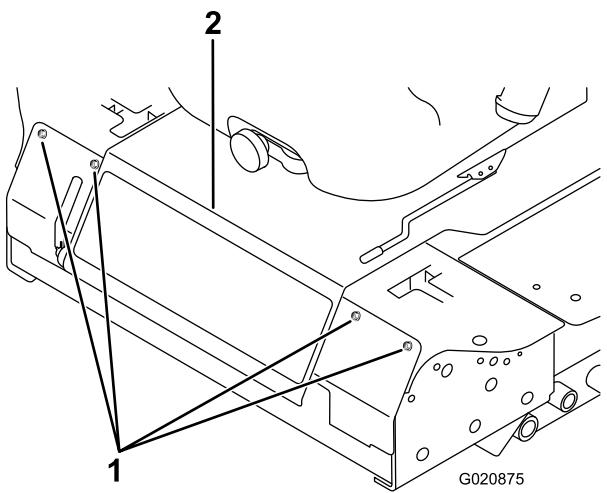

図 48
- 前パネルを止めているボルトを外して前パネルを外す(図 48)。